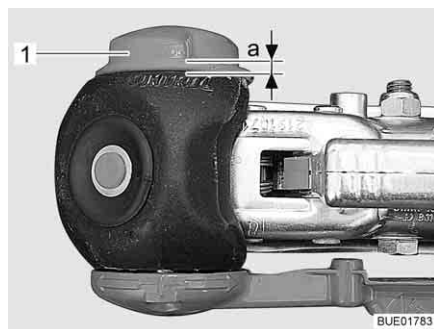

Bild 197 Verschleißkontrolle
- Handrad (Bild 197, 1) zudrehen, bis die Drehmomentbegrenzung hörbar und spürbar durchratscht. Drehrichtung: im Uhrzeigersinn.
- Abstand $a > 0$ (Bild 197): Verschleiß innerhalb des zulässigen Bereiches.